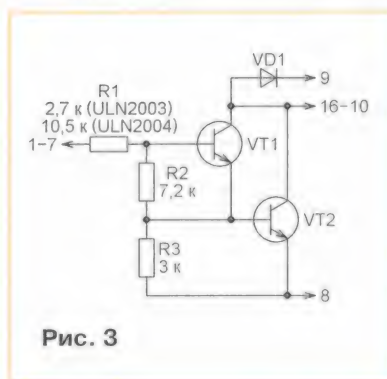

Рис. 3
14. Ответ — 0. В каждой из микросхем ULN2003AN и ULN2004AN содержатся по семь транзисторных ключей, построенных по одной и той же схеме (рис. 3). Однако резисторы R1 в них разного номинала, поэтому ключи открываются при разном управляющем напряжении: ULN2003AN — при 3,3...5 В, ULN2004AN — при 6...15 В. Следовательно, управлять последней от микроконтроллера с напряжением питания ниже 5 В нельзя.